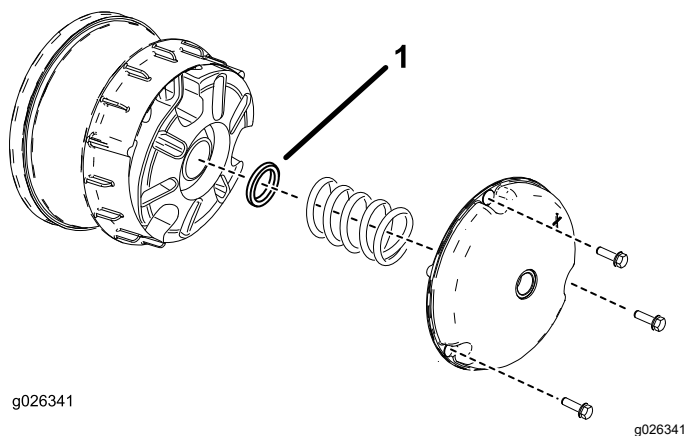

Figura 59
- Retire los pernos que sujetan la tapa del embrague primario, como se muestra en la Figura 59.